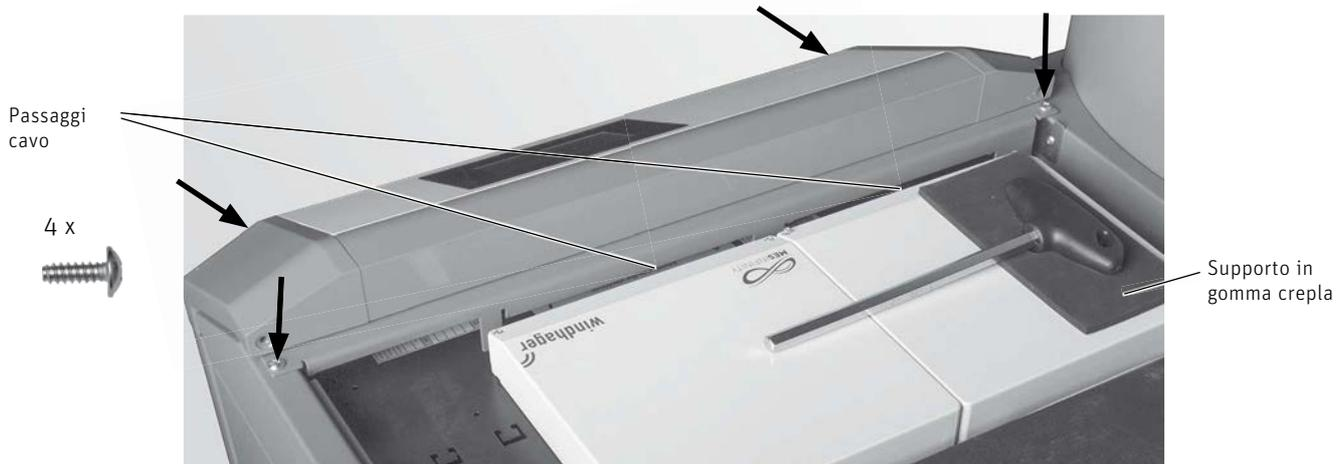

Fig. 101 Infilare il pannello di comando e avvitarlo
- Nel pannello di comando piegare i passaggi cavo verso l'interno, infilare il pannello di comando e fissarlo con 4 viti autofilettanti – Fig. 101.
- Incollare il supporto in gomma crepla per la chiave a brugola – Fig. 101.